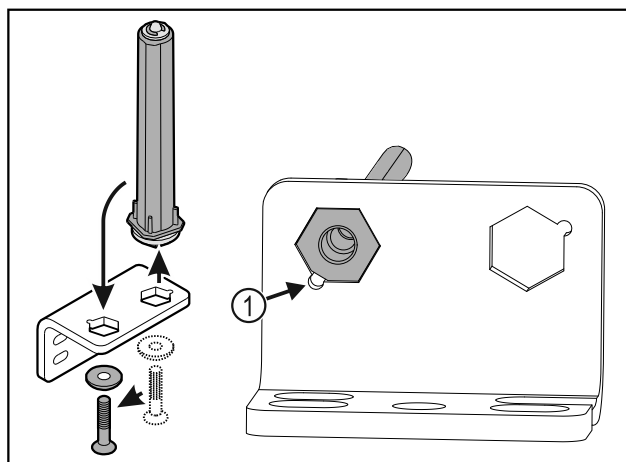

Fig. 38
- Ügyeljen arra, hogy felhelyezéskor a csapszeg élettörése Fig. 38 (1) a kerek furat felé mutasson.